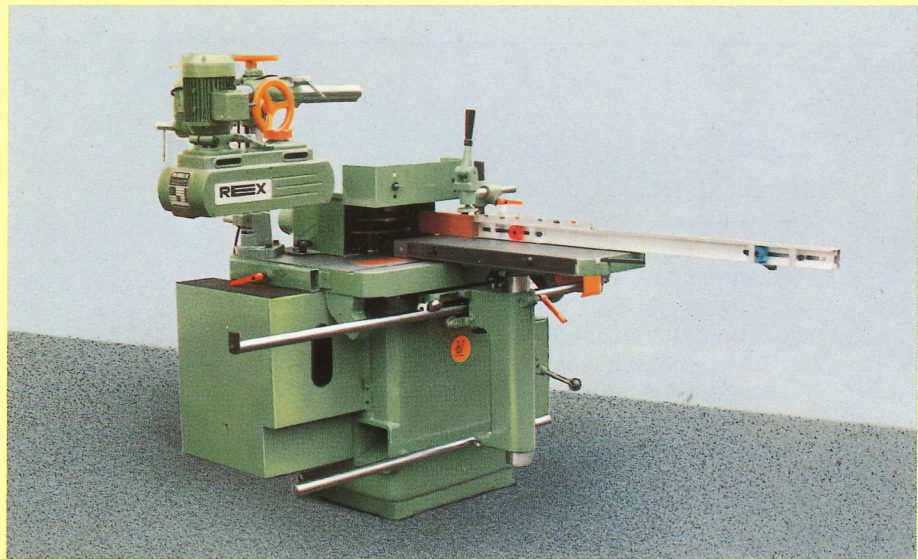

Abb. 11
**Für Zapfenschneid- und Schlitzarbeiten** kann der Rolltisch RT-61 (Sonderzubehör) durch eine Schnellverstellung angehoben und die Tischplatte an die Frässpindel herangeschoben werden. (Abb. 12) Dadurch ist es möglich, auch **kurze** Werkstücke mit dem Rolltisch sicher zu bearbeiten. Der zu dem Normalzubehör des Rolltisches gehörende **"SUPERFIX" Schlitz- und Ablänganschlag** mit Schlitzprogrammlehre ermöglicht eine präzise Herstellung von Werkstücken z.B. Fensterbau. Da bei Schlitzarbeiten häufig Werkzeuge mit **großem Durchmesser** verwendet werden, ist der Einsatz einer Schlitzscheibenschutzabdeckung unbedingt erforderlich. (Abb. 11)